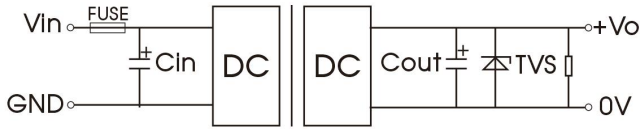

图 1
- (1)产品测试及应用时, 请按照 (图 1) 推荐的测试电路进行; 至少保障外接一个电解电容 C_{in} ($\geq 220\mu F$), 用于抑制输入端可能产生的浪涌电压。
- (2)如果产品输入端并联瞬变能量较大的电路 (如并联电机驱动电路), 或会导致产品输入电压被拉低, 此时关注产品输入电压的波动, 建议适当增大输入端电解电容 C_{in} 的容值, 以保障输入端电压稳定, 避免输入电压低于欠压保护点导致产品重复启动的情况。
- (3)如果产品输出端为感性负载时 (如继电器、电机), 建议在容性负载规格内增大输出电容 C_{out} 容值, 并增加 TVS 管, 用以滤除电压尖峰。
- (4)如需进一步减少输入输出纹波, 可适当加大外接电容 C_{in} 、 C_{out} 容值或选用串联等效阻抗值小的外接电容, 外接电容 C_{out} 容值不能大于产品的最大容性负载。